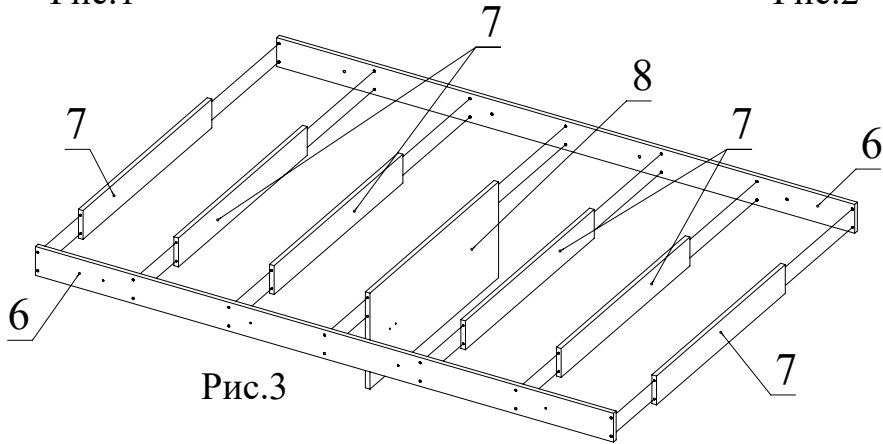

Рис.3
4. Соедините детали 7, 8 с деталями 6 с помощью конфирматов (Рис. 3).